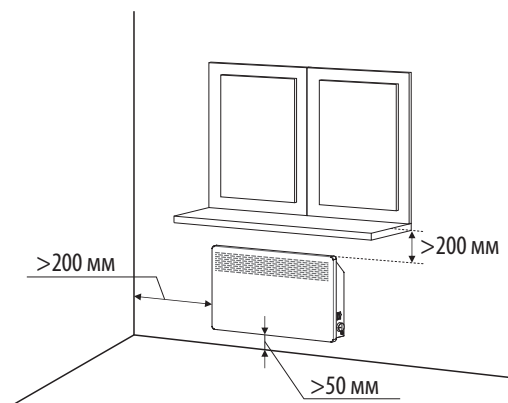

Рисунок 3. Размещение конвектора
6.1. Для нормальной работы конвектора необходимо обеспечить: расстояние до пола – не менее 50 мм, до боковой стены, мебели – не менее 200 мм, свободное пространство над конвектором – не менее 200 мм (см. рис. 3), свободное пространство спереди конвектора – не менее 500 мм.